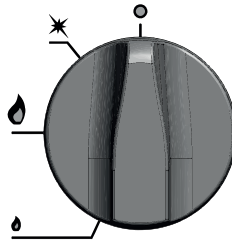

Bild 8. Die Einstellung des Drehknopfes bei welcher ein völliges Abschneiden des Gaszuflusses zu dem Brenner stattfindet.
- Man sollte sich vergewissern, ob alle Drehknöpfe der unbenutzten Brenner sich in der Position „der Brenner geschlossen“ (Bild 8) befinden.
- Nach dem Beenden der Arbeit des Brenners, den Gaszufluss durch das Umdrehen des Drehknopfes (im Uhrzeigersinn) in die Position „geschlossen“ absperren (Bild 8). **Achtung! Bei der Verwendung des Propan-Butan sollte bevor man den Brenner mit Hilfe des Drehknopfes verschließt, das Ventil auf der Flasche verschlossen werden!**